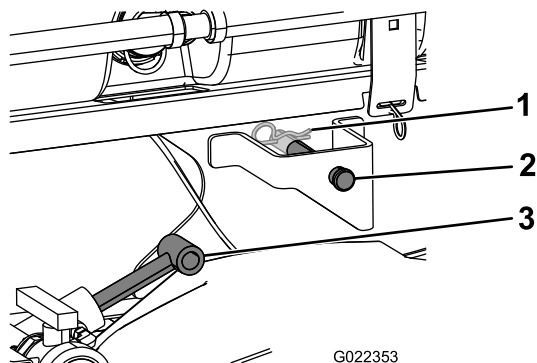

Figura 9
3. Extindeți cilindrii de ridicare la suporturile de pe sania rezervorului și aliniați fittingurile cilindrului cu orificiile din suporturile rezervorului saniei (Figura 9).